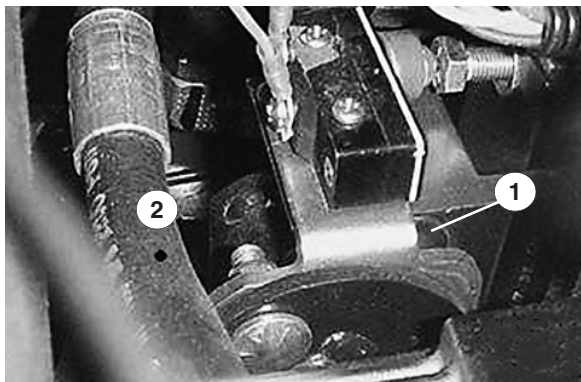

Bild 33
4. Lockern Sie die zwei Sicherungsmuttern, mit denen die Pumpenplatte befestigt wird (Bild 33), so dass sich die Platte ungehindert bewegen kann.
5. Starten Sie den Motor und drehen die Pumpenplatte (Bild 33) nach links oder rechts, bis sich das Rad nicht mehr dreht.
6. Stellen Sie den Motor ab und ziehen die Sicherungsmuttern fest, um die Pumpenplatte zu arretieren (Bild 33).